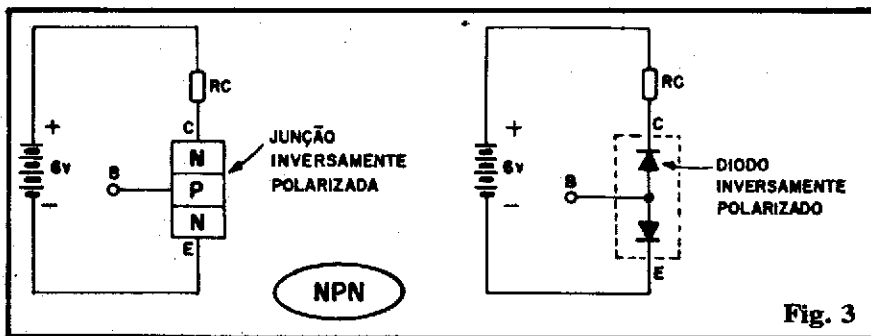

Fig. 3
- **FIG. 3** - Agora vamos começar a analisar o funcionamento do transistor como um todo... A figura mostra, à esquerda em diagrama estrutural e à direita nos "diodos" internos, um transistor NPN submetido à tensão fornecida por um gerador externo (pilhas, totalizando 6 volts, no caso...). Observem bem as polarizações e notem que o resistor RC, em série com as pilhas e o transistor, funciona como um "limitador automático" da corrente (revejam a